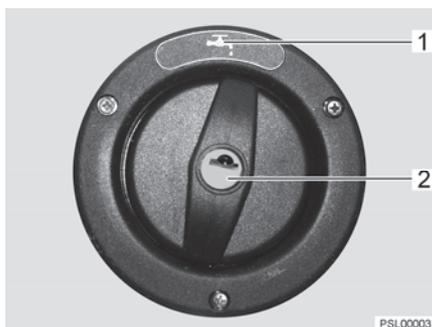

Fig. 109 Coperchio per bocchettone di riempimento dell'acqua potabile
Il bocchettone di riempimento dell'acqua potabile è contrassegnato dal simbolo "🚰" (Fig. 109,1). Il coperchio viene aperto e chiuso con la chiave per le serrature degli sportelli esterni.
- Inserire la chiave nel cilindro della serratura (Fig. 109,2) e ruotare in senso antiorario di un quarto di giro.
- Aprire il bocchettone di riempimento dell'acqua potabile (Fig. 109).